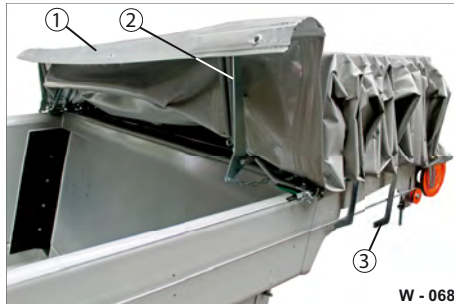

Abb. 24 Schiebeplane Mechanik
- ▶ Prüfen Sie die Schiebeplane (Abb. 24/1) auf Beschädigungen hin.
- ▶ Prüfen Sie die Funktion der Öffnungsmechanik (Abb. 24/2) und Verriegelungen (Abb. 24/3) im geöffneten Zustand.